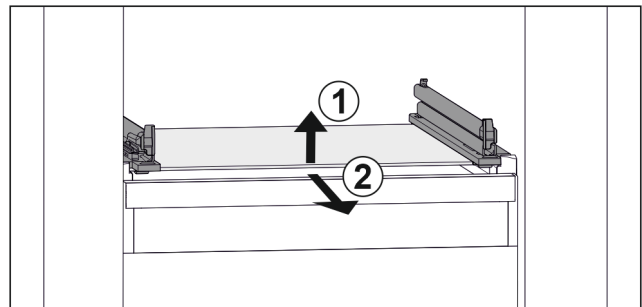

Fig. 74 Beispielhafte Darstellung der Glasplatte
- ▶ Glasplatte vorne anheben. Fig. 74 (1)
- ▶ Glasplatte nach vorne entnehmen. Fig. 74 (2)